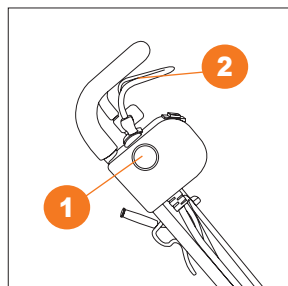

Рис. 15
3. Нажмите и удерживайте кнопку блокировки включения **1** (Рис. 15).
4. Продолжая удерживать кнопку блокировки включения **1**, прижмите скобу включения двигателя **2** к рукоятке (Рис. 15). Двигатель заработает и шнеки начнут вращение.